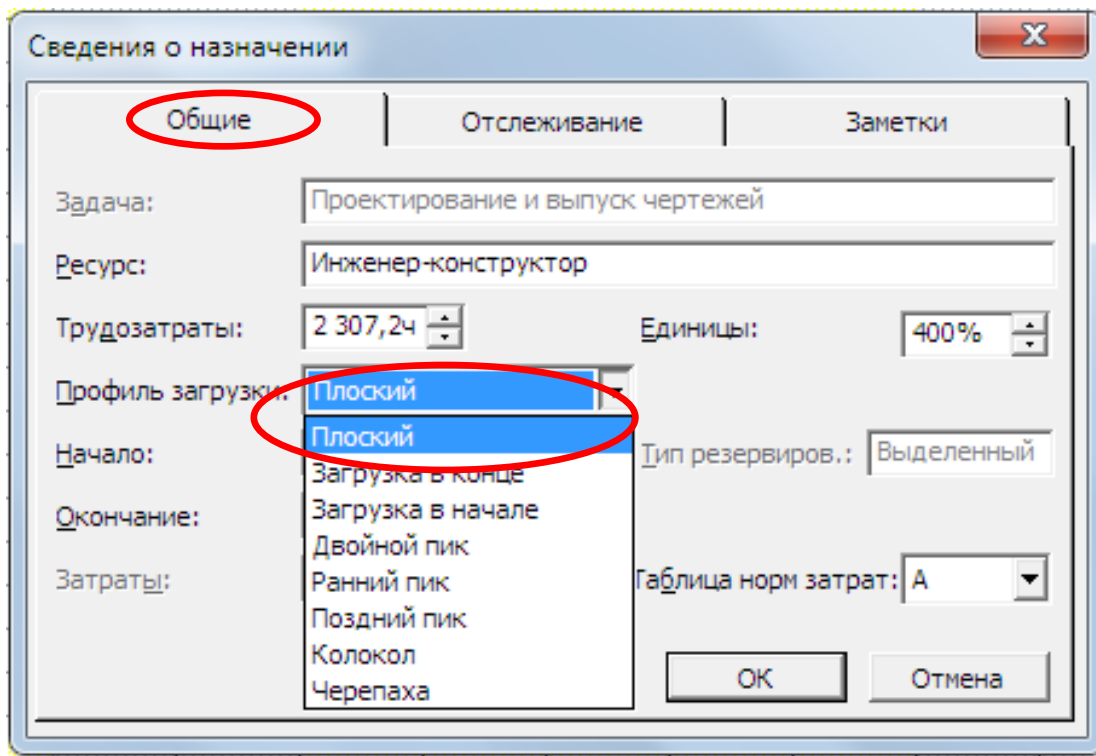

Рис. 9 – Вид диалогового окна **Сведения о назначении** (Общие)
- *Свойства назначений могут быть изменены с помощью диалогового окна **Assignment Information** (Сведения о назначении) (рис. 9).*
Вкладка **General** (Общие) содержит поля, в которые может быть внесена *информация о доступности ресурсов* в разные периоды времени (рис. 9).
14. На вкладке **General (Общие)** выбрать из раскрывающегося списка **Work contour (Профиль загрузки)**, тип профиля: **Flat (Плоский)** (по умолчанию), **Back Loaded (Загрузка в конце)**, **Front Loaded (Загрузка в начале)**, **Double Peak (Двойной пик)**, **Early Peak (Ранний пик)**, **Late Peak (Поздний пик)**, **Bell (Колокол)**, **Turtle (Черепаха)** (рис. 9).